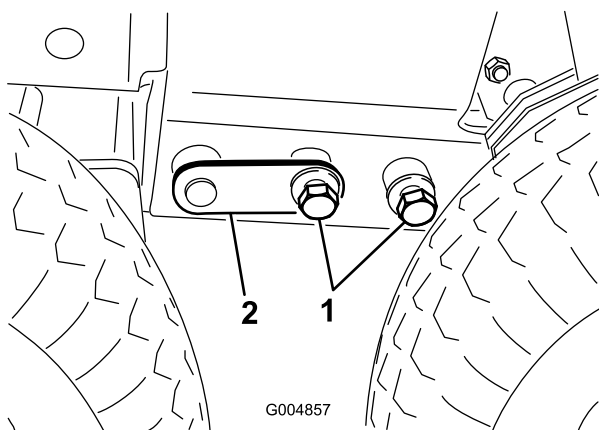

Figura 21
8. Ajuste el gato o balancee la cabina con las manos, según sea necesario, para instalar los pernos (3/4 pulgada) en cada lado (Figura 21). Apriete los pernos a 265 pies-libra (359 N-m).